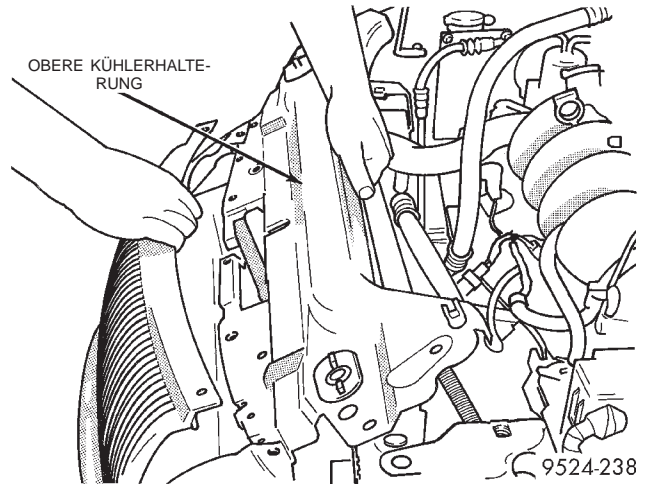
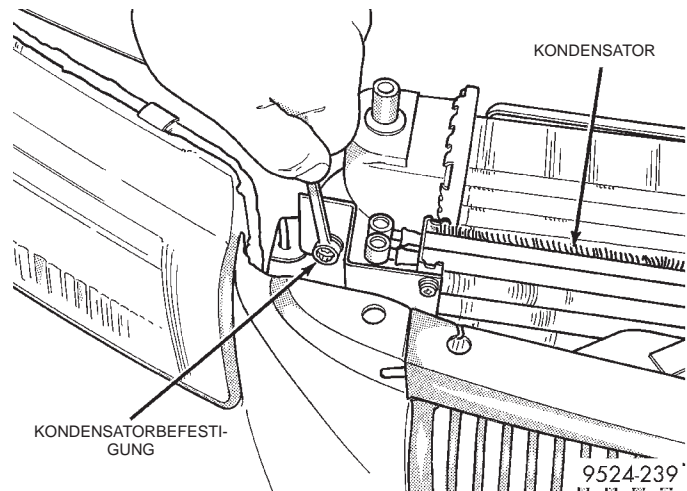

Abb. 26 Kühlerhalterung
Abb. 27 Kondensatorbefestigung
- (4) Die obere Kühlerhalterung ausbauen (Abb. 26).
- (5) Kondensatorleitungen abbauen. Hierbei Spezialwerkzeugsatz 7193 zum Lösen der Schnelltrennkupplungen verwenden.
- (6) Halterungen des Kühlerlüfters abbauen.
- (7) Haltestrebe für Kondensatorleitung ausbauen.
- (8) Befestigungsschrauben des Kondensators lösen (Abb. 27).